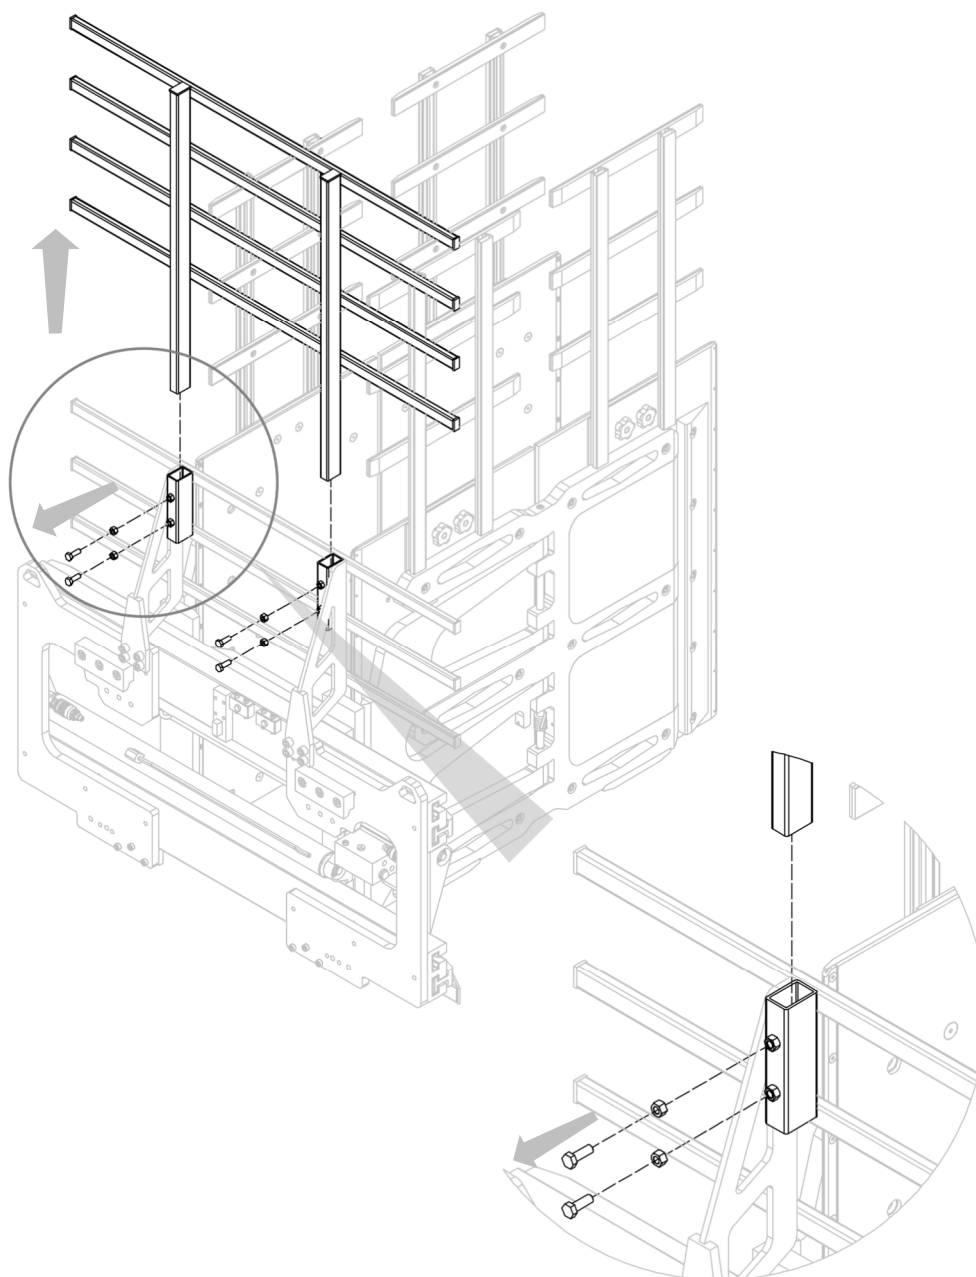

Figura 60
3. Desmontar la parte superior del bastidor del soporte de carga, después de haber quitado los tornillos y contratuercas correspondientes (ver *Figura 60*).